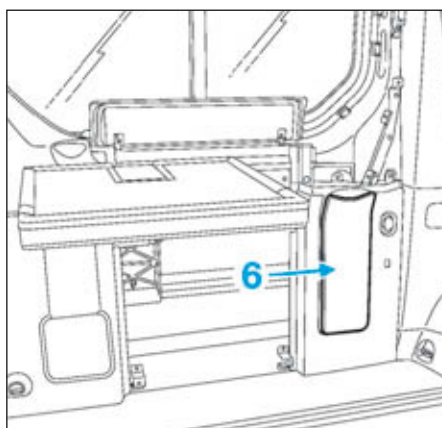

FIG.44
- Déposer la poubelle (6) (Fig.44).